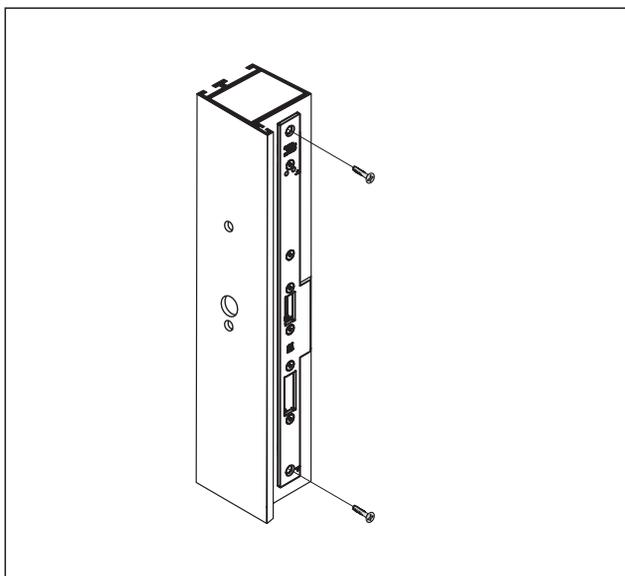

Abb. 34 Schloss festschrauben
5. Das Schloss festschrauben (Abb. 34).